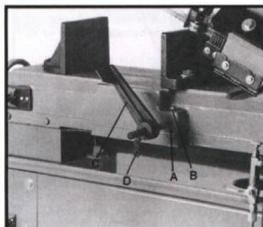

Fig. 1
4. Skjut in materialstoppstången (A, Fig. 1) i basen och säkra genom att dra åt bult (B). Skjut materialstoppet (C) på stången och dra åt fläcken (D).